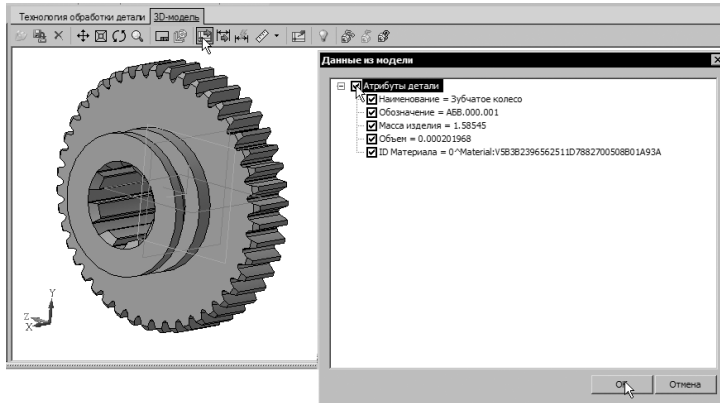

Рисунок 9
6. Нажмите кнопку  **Получить данные с модели**. Поставьте галочку в ячейке **Атрибуты детали** и нажмите **OK** (рис. 9). Если какой-либо атрибут не нужен, достаточно снять галочку в соответствующей ячейке.